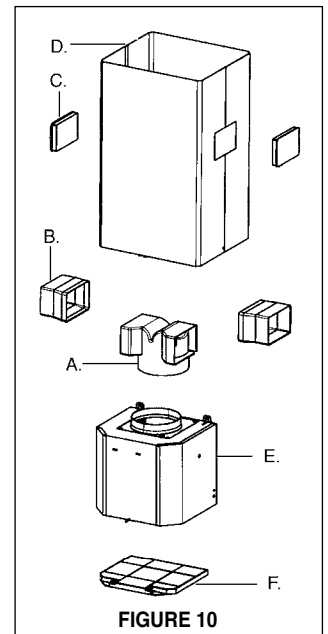
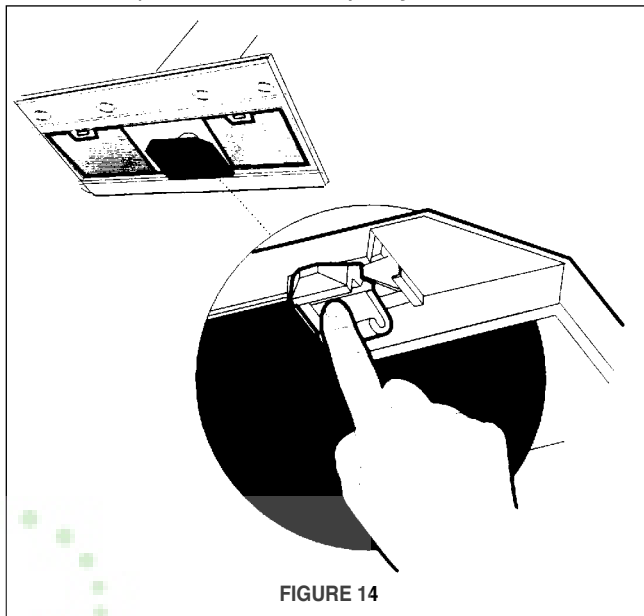

FIGURE 10
FIGURE 14
Installations sans conduit requièrent le **Kit Pour Conversion Du Conduit (FIGURE 10)**. N'utilisez pas le REGISTRE ROND (M de la FIGURE 1) pour les Installations sans conduit. Jeter le COUVERCLE CHEMINÉE INFÉRIEURE (B de la FIGURE 1) et remplacer avec le couvercle de cheminée inférieure avec trous d'échappement d'air dans le **Kit Pour Conversion Du Conduit (D de la FIGURE 10)**.
Illustré à la FIGURE 10, mettre le DUCTLESS DIVERTER (A) dans l'ouverture d'échappement de la EASY CUBE (E). Mettre le DUCTLESS DIVERTER EXTENSION HORIZONTAL (B) dans le DIVERTER (A).
Pour installations sans conduit, aligner les DUCTLESS DIVERTER EXTENSIONS HORIZONTAL (B de la FIGURE 10) avec les trous d'échappement d'air dans COUVERCLE CHEMINÉE INFÉRIEURE (D de la FIGURE 10) et installer les VENT GRIDS (C de la FIGURE 10).
Pour installations sans conduit, installer le FILTRE AU CHARBON (F de la FIGURE 10). Voyez FIGURE 14